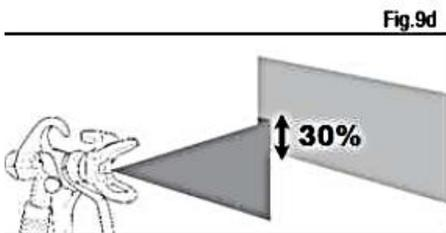

Fig. 9d
4. Снизьте скорость хода на 30% для обеспечения равномерного покрытия (рис. 9d).